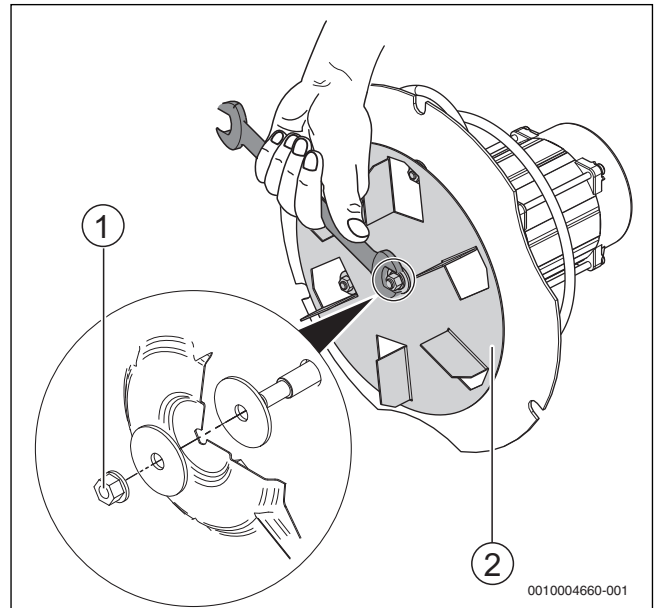

Fig. 35 Verificarea poziției roții cu palete a suflantei
- ▶ Verificați poziția elicei ventilatorului (→ Fig. 35, [2]) și dacă este nevoie strângeți piulița centrală (**filet de stânga**) [1] cu ajutorul unei chei semitubulare de 10 mm. Pentru strângerea piuliței centrale roții spre stânga.